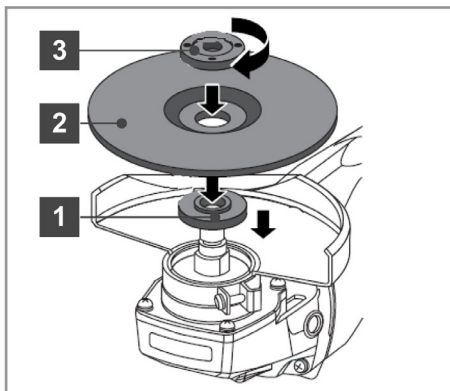

Рис. 11
3. Накрутите прижимную гайку (рис. 11).